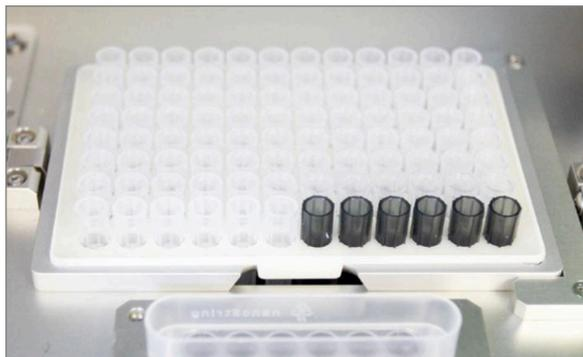

FIGURA 5.14: Colocação correta do rack contendo pontas de pipetas e furadores de folha
- c. Coloque o suporte metálico carregado com pontas na plataforma da Prep Station, com os furadores de folha posicionados junto da parte frontal da plataforma (**FIGURA 5.14**).